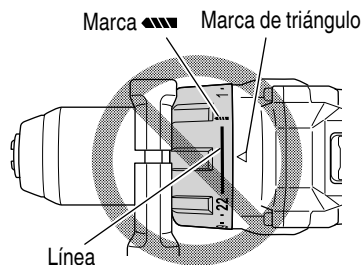

Fig. 16
- Evite usar la unidad con el número del dial del embrague entre "22" y la línea provista en el medio de la marca del taladro "▲▲▲". Si lo hiciese, se podrían producir daños (Ver Fig. 16).